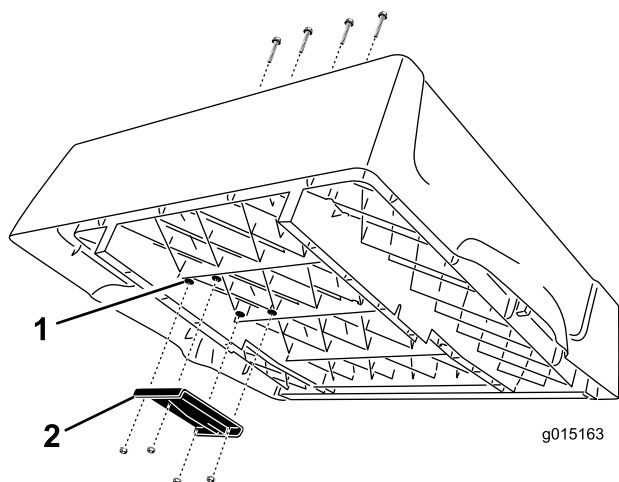

Figure 4
1. Localisez les 4 bossages sur le côté droit de la surface inférieure du plateau (Figure 4). À l'aide d'un forte
2. Montez le support de relevage supérieur sur la surface inférieure du plateau avec 4 vis Phillips à tête tronconique (3/8 x 2-1/2") et contre-écrous à embase (Whiz lock) (3/8 pouce). Positionnez le pivot comme illustré à la Figure 4.